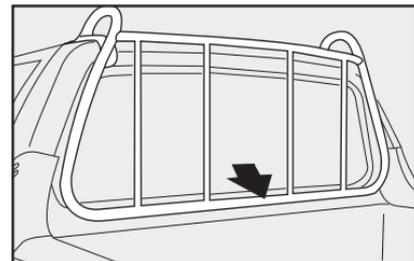
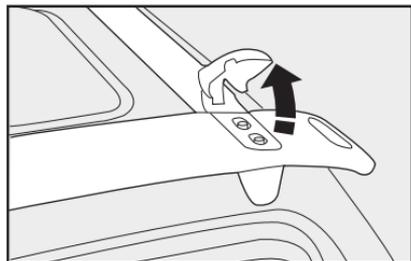
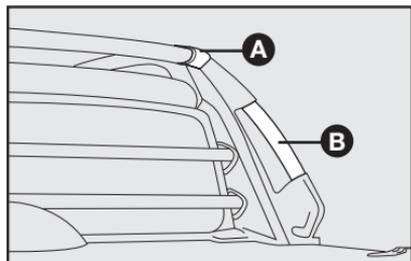

fig. 114
fig. 115
fig. 116
- utilice el portaescaleras **fig. 114** para apoyar y fijar correctamente los objetos más altos. En las versiones con cabina extendida y doble cabina, levante antes los limitadores **fig. 115** o **A-fig. 116** (Strada Adventure).
Para subir en el compartimento de carga con más facilidad, con el objetivo de arreglar la carga, utilice el asidero de apoyo **B-fig. 116**, pisando en el estribo lateral metálico. No pise en la región inferior a la tapa del depósito de combustible.
No utilice los asideros de apoyo B-fig. 116 para atar objetos.